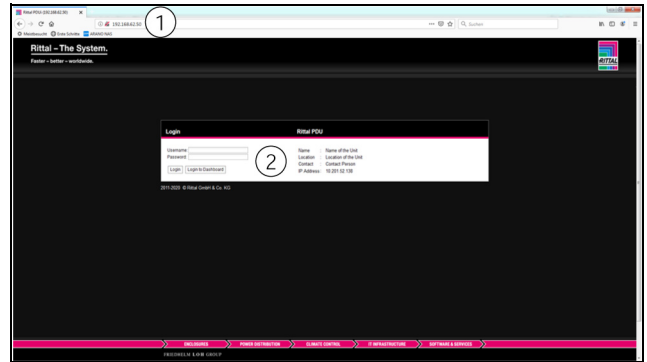

Abb. 34: Anmeldedialog zur Anmeldung am Gerät
- Geben Sie im Browser die angezeigte IP-Adresse ein. Im Beispiel `http://10.201.52.138` (vgl. Abb. 34, Pos. 1). Es wird der Anmeldedialog zur Anmeldung am Gerät angezeigt.
- Melden Sie sich als Benutzer „admin“ mit dem Kennwort „admin“ an (vgl. Abb. 34, Pos. 2)
- Geben Sie im Browser die Adresse **http://192.168.0.200** ein (Abb. 34, Pos. 1). Es wird der Anmeldedialog zur Anmeldung am Gerät angezeigt. Melden Sie sich als Benutzer **admin** mit dem Kennwort **admin** an (Abb. 34, Pos. 2).